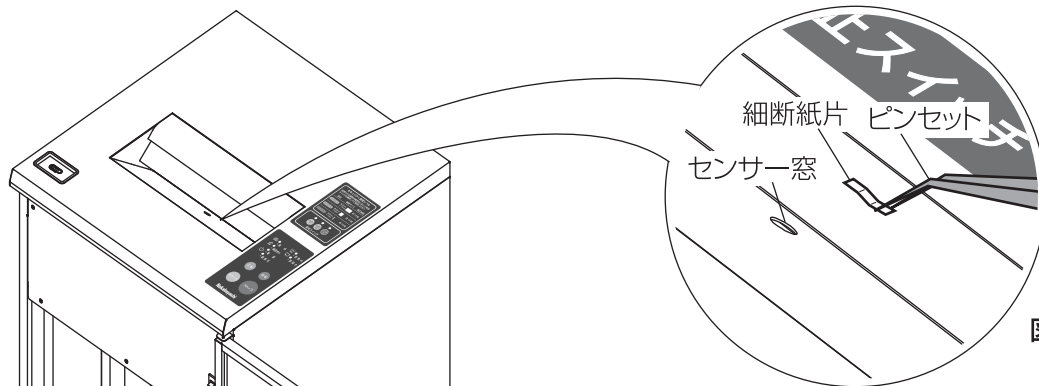

図9 センサー窓の掃除
<p>●細断が終了しても刃物が止まらない</p> <ul style="list-style-type: none">投入口④に細断紙片が残っていませんか?……………投入口④のセンサー窓に残っている細断紙片を、ピンセット等を使って取り除いてください。……………P19 図9